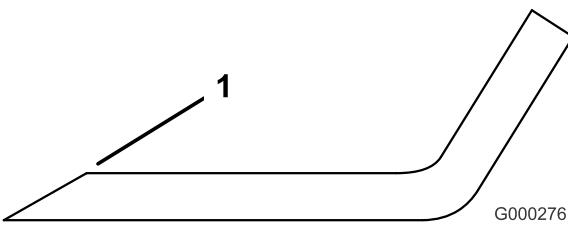

Figure 49
1. Au moyen d'une lime, aiguisez les tranchants aux deux extrémités de la lame (Figure 49) en veillant à conserver l'angle de coupe d'origine. Limez la même quantité de métal sur chacun des deux tranchants pour ne pas déséquilibrer la lame.